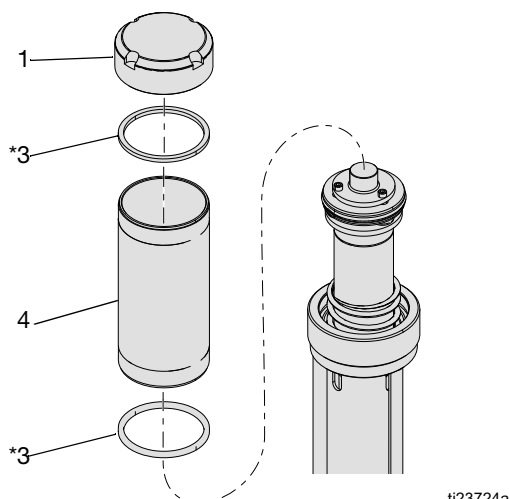

FIG. 10
2. Rimuovere la calotta (1), il cilindro (4), e le guarnizioni quadrate (3*). Ispezionare tutte le parti, inclusa la molla sotto la calotta (non mostrata in FIG. 10) e sostituirle se necessario. Vedere FIG. 10. Svitare a mano o usare una chiave a catena, per evitare di deformare il cilindro.